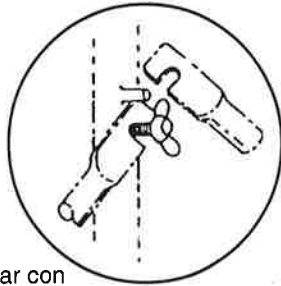

Fig. 1
2. Una los puntales diagonales a las secciones de la estructura, asegurándolas en su lugar con los seguros para puntales de estructura (Fig. 1).